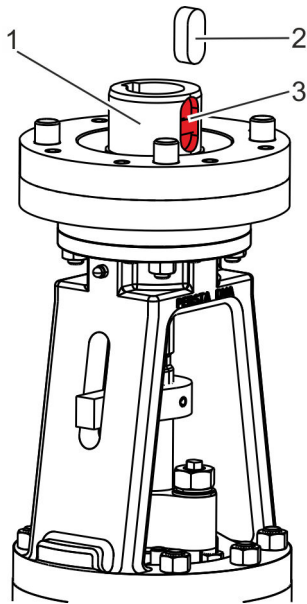

Abb. 27: Passfeder einsetzen
6. ➔ Passfeder (Abb. 27/2) in die Passfedernut (Abb. 27/3) an der Nabe (Abb. 27/1) einsetzen.